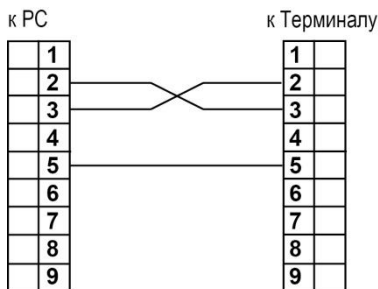

Рис.1 Соединение терминала с ПК
1) RS-232 – для начального программирования (задания исходной конфигурации), изменения порогов сигнализации, чтения «журнала событий», коррекции времени часов реального времени, повторного запуска часов при смене элемента питания; интерфейсный вход/выход RS-232 подключается на задней панели терминала через разъем типа DB-9M (Таблица 3) стандартным кабелем (нуль-модемный перекрестный кабель) (Рис.1).